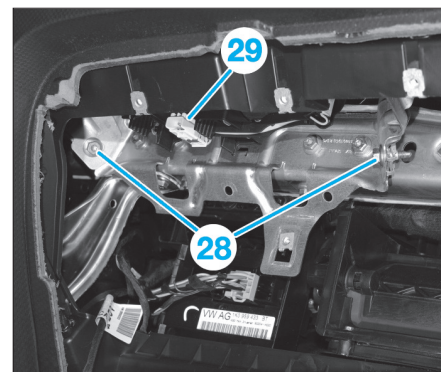

Fig. 51
- Déposer les vis (28) du support de l'airbag frontal passager et débrancher le connecteur (29) (Fig.51).